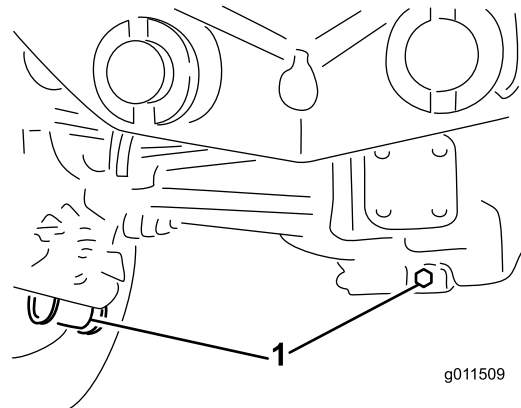

Figura 70
2. Limpie la zona alrededor de los tres tapones de vaciado, uno en cada extremo y uno en el centro (Figura 70).